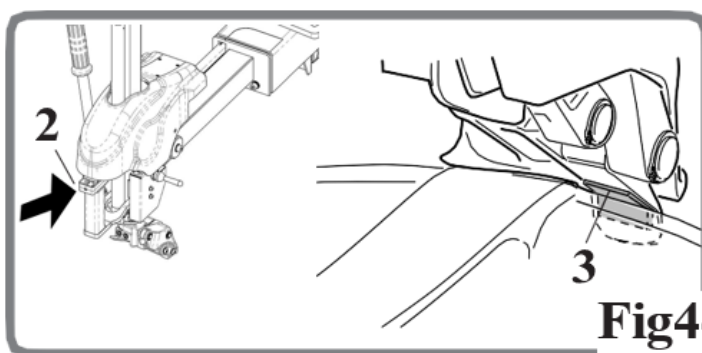

Fig44
- For korrekt positionering af værktøjet skal indsatsen (3, Fig44) være mod fælgens kant, dér hvor den lodrette væg begynder.
- Tryk på blokeringen (2, Fig44) for at fastgøre værktøjets position.